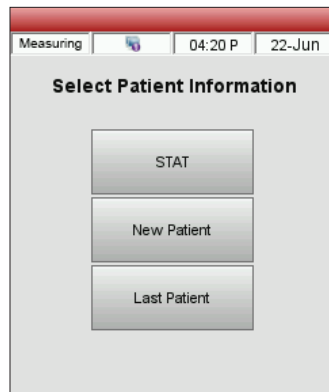

Abbildung 17. Bildschirm Messung> Patienteninformationen wählen
1. Tippen Sie auf die Schaltfläche **STAT**, **Neuer Patient** oder **Letzter Patient** (Abbildung 17).